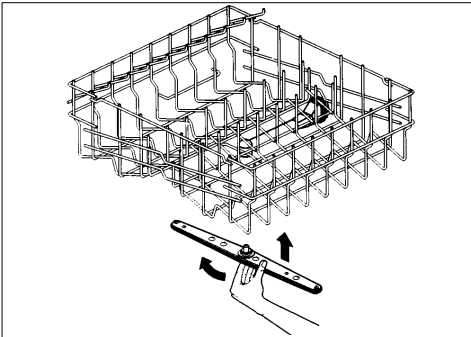

Abb. 10
- Nehmen Sie den oberen Sprüharm heraus, indem Sie ihn mit einer Drehbewegung senkrecht nach unten ziehen (siehe Abb. 10).